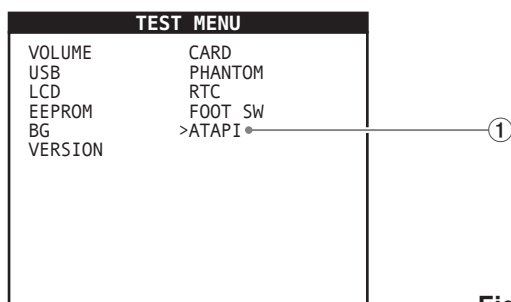

Fig 9-a
On the "**ATA Check**" screen, press the **F1** button (Fig. 9-b-①) to open the optical drive information screen (Fig. 9-b-②)
- カーソルを**JOG/DATA**ダイヤルで操作し、**[ATAPI]**項目 (Fig9-a-①)を選択する。
- **JOG/PLAY**ボタンを押して、**[ATA check]**画面 (Fig9-a-②)に移動する。